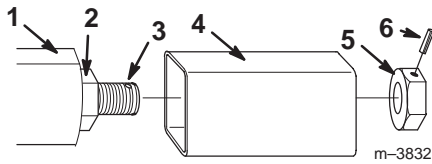

Bild 4
8. Schieben Sie das Ende des Auslegers so in das Einstellgehäuse ein, dass sich die Einstellschraube durch die kleine Öffnung in der Rückseite des Einstellgehäuses bewegt (Bild 4).
9. Drehen Sie die Einstellmutter von der Rückseite des Einstellgehäuses aus auf die Einstellschraube auf, bis sie mit dem Ende der Schraube bündig ist und die Markierung, die Sie in Schritt 5 auf beiden Teilen gemacht haben, ausgerichtet sind (Bild 4).
10. Bringen Sie den Zylinderstift in der Einstellmutter an (Bild 4).